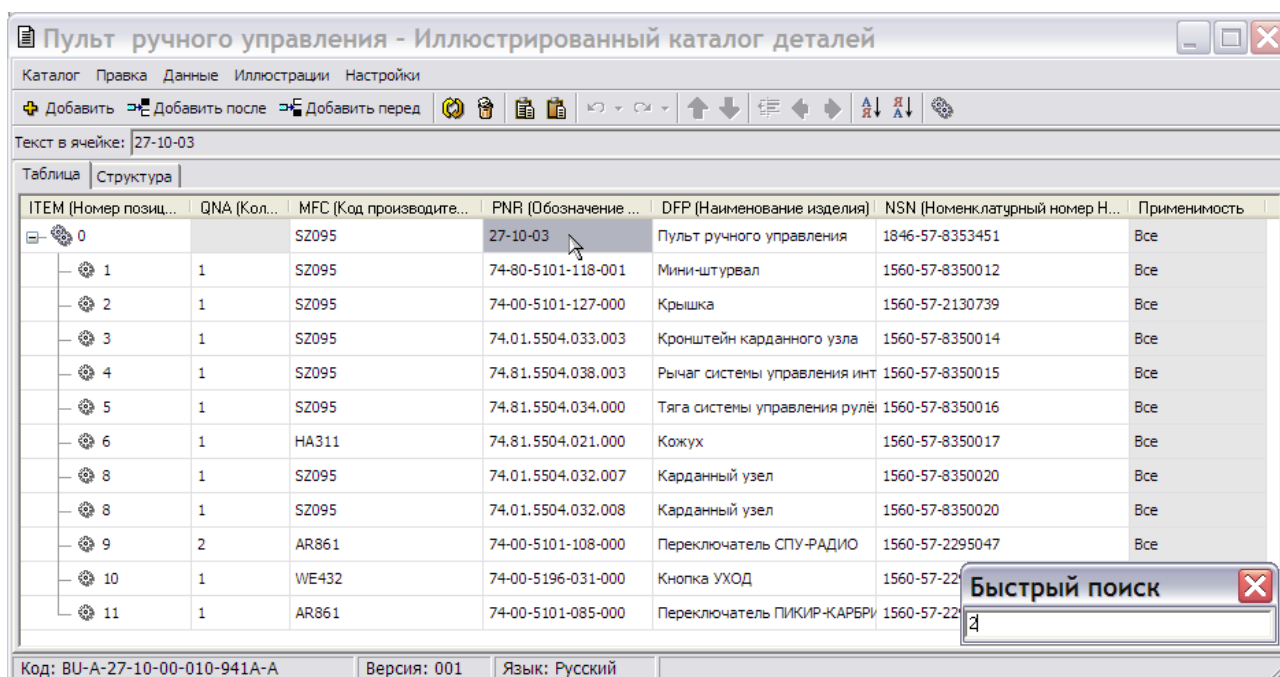

Рис. 6.47
2. Начните набирать искомый текст. При этом в углу окна редактора появится окно быстрого поиска с введенным символом, а подсветка переместится на ячейку столбца, в которой есть введенный символ (Рис. 6.47).